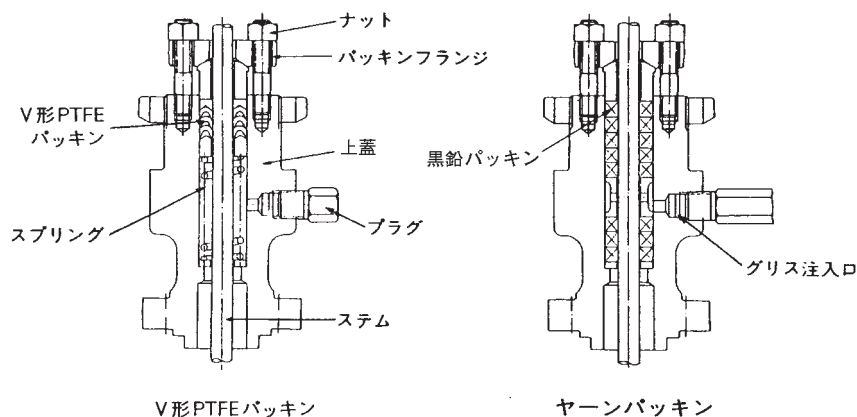

図 2-1 グランド部
- [4] グランドパッキンを挿入します。図2-1を参照ください。
- [6] グランドパッキンを挿入します。図2-1を参照ください。